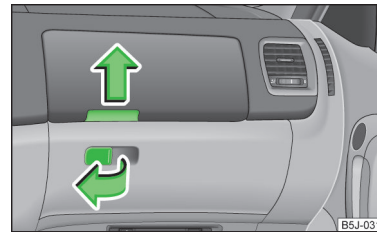

Abb. 62
- Den Griff der Klappe in Pfeilrichtung ziehen » Abb. 62 und die Klappe herunterklappen.